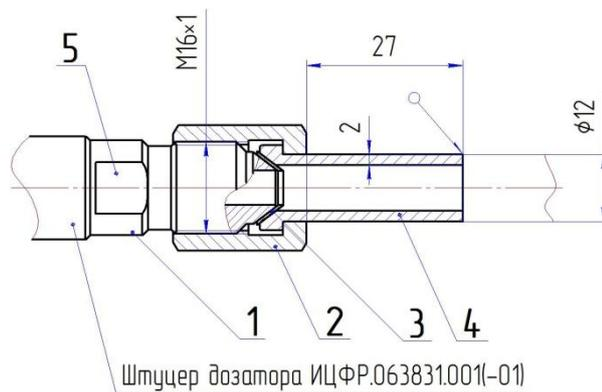
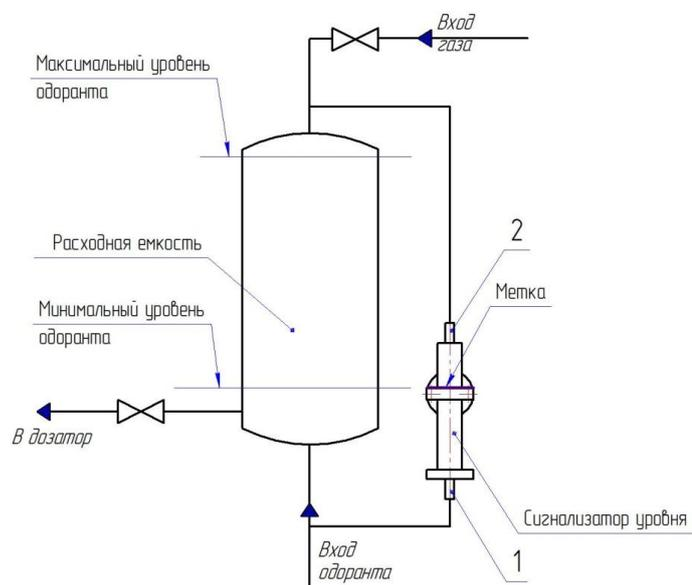

Рисунок 30 – Присоединение штуцера дозатора к трубопроводу
Рисунок 31 – Схема расположения сигнализатора уровня
4.2.3 Присоединение входного и выходного трубопроводов от расходной емкости к штуцерам сигнализатора уровня (см. рисунок 31) осуществляется так же, как и присоединение трубопроводов дозатора (см. рисунок 30). Патрубки 1 и 2 (см. рисунок 31) необходимо приварить к концам трубопроводов.